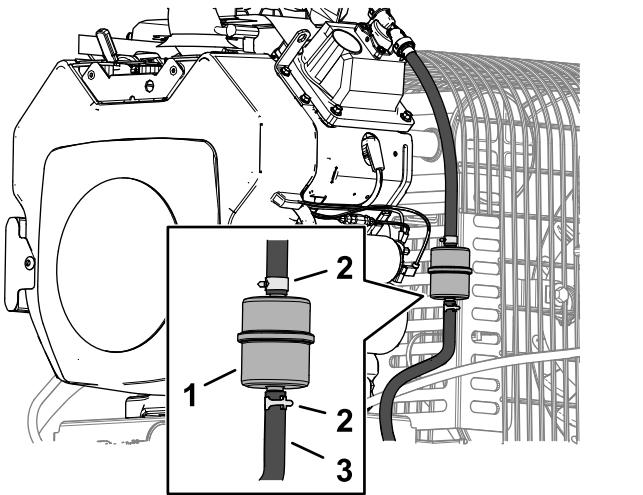

Figura 40
3. Apriete los extremos de las abrazaderas y deslícelas por el tubo alejándolas del filtro (Figura 40).
5. Instale un filtro nuevo y acerque las abrazaderas al filtro (Figura 40).
3. Afloje la abrazadera cerca del filtro de combustible y deslícela por el tubo, alejándola del filtro de combustible (Figura 40).
4. Desconecte el tubo de combustible del filtro de combustible (Figura 40).
- Nota:** Deje fluir el combustible a una lata u otro recipiente apropiado (Figura 40).
5. Instale el tubo de combustible en el filtro de combustible. Acerque la abrazadera al filtro de combustible para fijar el tubo de combustible (Figura 40).